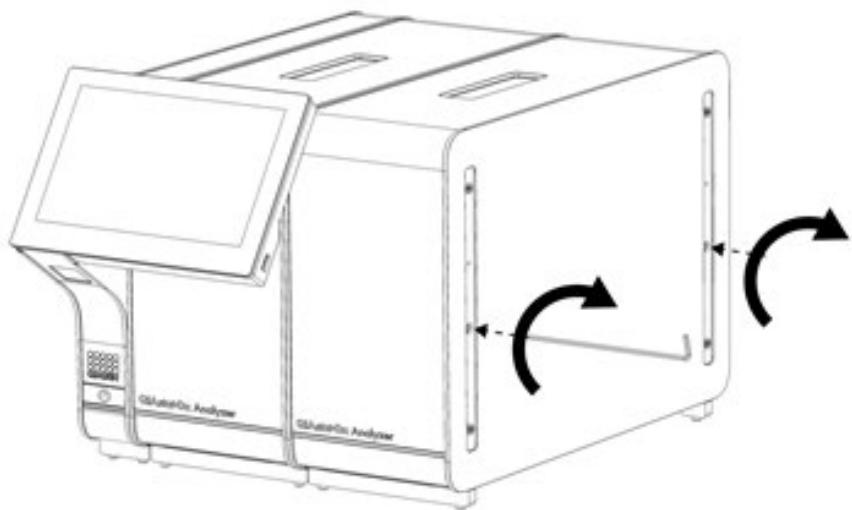

Figure 16. Alignement et connexion du module analytique supplémentaire.
4. Alignez le module analytique supplémentaire sur le module analytique existant. Serrez les vis avec l'outil de montage du module analytique/opérationnel fourni avec l'analyseur QlAstat-Dx Analyzer 2.0 (figure 16).